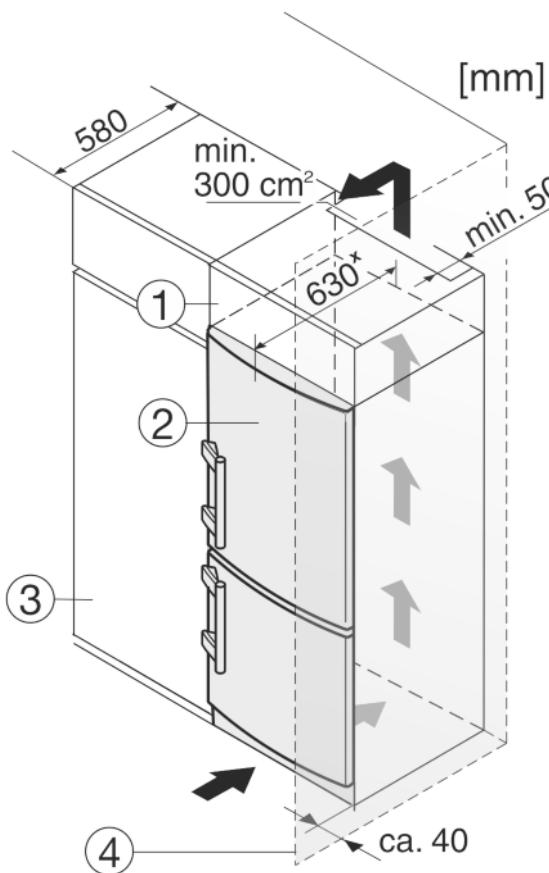

Fig. 12
Устройство может быть окружено кухонными шкафами. Чтобы уравнять устройство Fig. 12 (2) по высоте с кухонной стенкой, можно установить над устройством дополнительный шкафчик Fig. 12 (1).
При комбинировании с кухонными шкафами (глубина макс. 580 мм) устройство можно установить непосредственно рядом с кухонным шкафом Fig. 12 (3). Устройство выступает сбоку на 34 ммx и по центру на 50 ммx относительно передней стенки кухонного шкафа.
Если устройство установлено на шарнирах у стены Fig. 12 (4), то расстояние между устройством и стеной должно быть не менее 40 мм. Настолько выступает ручка при открытой дверце.